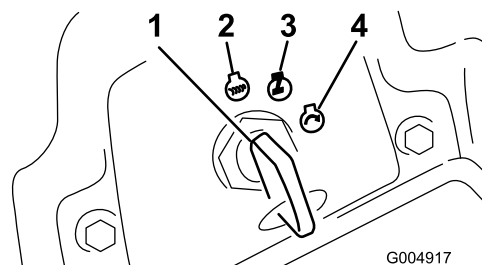

図 16
6. キーを RUN 位置に回す（図 16）。グロープラグランプが6秒間点灯する。
3. キーを OFF 位置に回す（図 16）。すべての部分が完全に停止してから運転席を立つ。